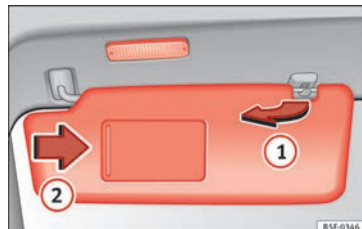

Fig. 145 Parasol.
- El parasol puede extraerse de la fijación y girarse hacia la puerta » » fig. 145 ①.